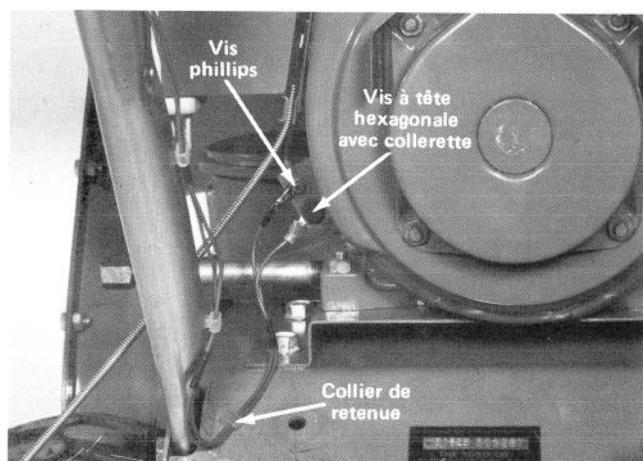

Figure 13
1. Enlevez la vis du support de montage des fils. A l'aide de la vis Phillips, fixez le fil muni d'un petit raccord et le fil venant du moteur sur le dessus du support de montage des fils (Fig. 13).
2. A l'aide de la vis spéciale à tête hexagonale avec collerette, fournies avec les pièces détachées, posez le fil muni d'un grand raccord sur le dessous du support de montage (Fig. 13).
3. Poussez le collier de plastique retenant les fils dans le trou sur le dessus du côté gauche du bâti principal (Fig. 13).